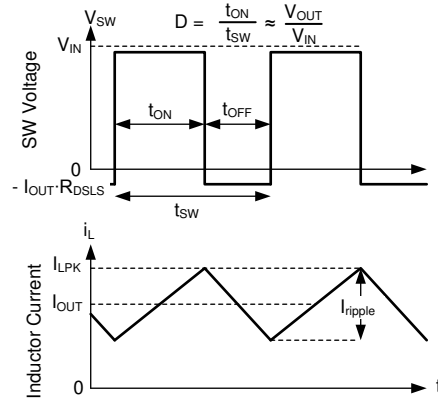

图 7-20. 连续导通模式 (CCM) 下的 SW 电压和电感器电流波形
有关 LM614xxT-Q1 的以下运行说明，请参阅 功能方框图 和 图 7-20 中的波形。两者都以变化的占空比 (D) 打开内部高侧 (HS) 和低侧 (LS) NMOS 开关，从而提供稳定的输出电压。在 HS 开关导通期间，SW 端子电压  $V_{SW}$  摆动至大约  $V_{IN}$ ，电感器电流  $i_L$  以线性斜率增加。HS 开关由控制逻辑关闭。在 HS 开关关闭时间  $t_{OFF}$ ，LS 开关打开。电感器电流通过 LS 开关放电，这会强制  $V_{SW}$  通过 LS 开关两端的压降摆动到地电位以下。稳压器环路调节占空比以保持恒定的输出电压。D 由 HS 开关在开关周期内的导通时间定义： $D = T_{ON}/(T_{ON} + T_{OFF})$ 。